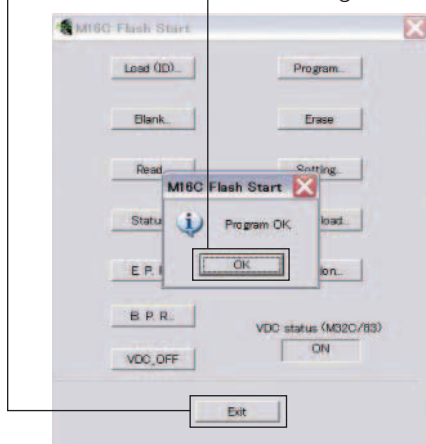

Fig. 7
9. When writing of the firmware is completed, the screen appears as shown below. (Fig. 7)
Click [OK]. (Fig. 7)
9. ファームウェアの書き込みが完了すると、以下の画面が表示されます。(Fig. 7)
[OK] をクリックします。(Fig. 7)
10. Click [Exit] to end FlashSta.exe. (Fig. 7)
10. [Exit] をクリックして FlashSta.exe を終了します。(Fig. 7)